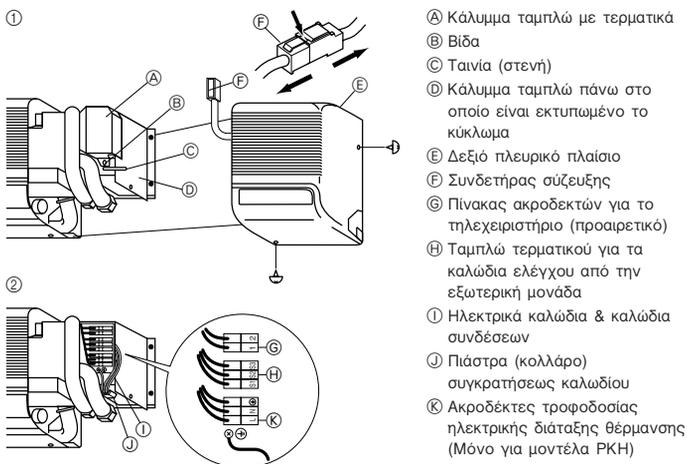

Fig. 6-1
6.1. Εσωτερική μονάδα (Fig. 6-1)
- ① Βγάλετε το δεξιά πλευρικό πλαίσιο